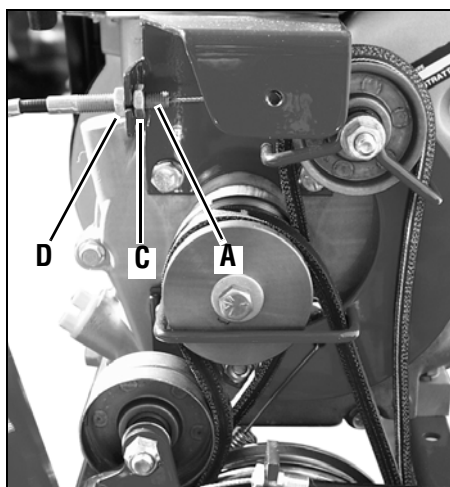

Figura 5-6: Mueva el ajustador roscado (A) hacia la izquierda para aumentar la tensión de la correa.
- Suelte la perilla de control de embrague de marcha atrás y luego desenrosque la contratuercia interior (C, Figura 5-6) de una a dos vueltas. Tire del ajustador de cable roscado (A, Figura 5-6) hacia la izquierda hasta que la contratuercia interior (C) toque la ménsula.
- Evite que la contratuercia interior (C) gire y ajuste la contratuercia exterior (D) contra la ménsula. Evite que la contratuercia exterior (D) gire y ajuste la contratuercia interior (C) contra la ménsula.